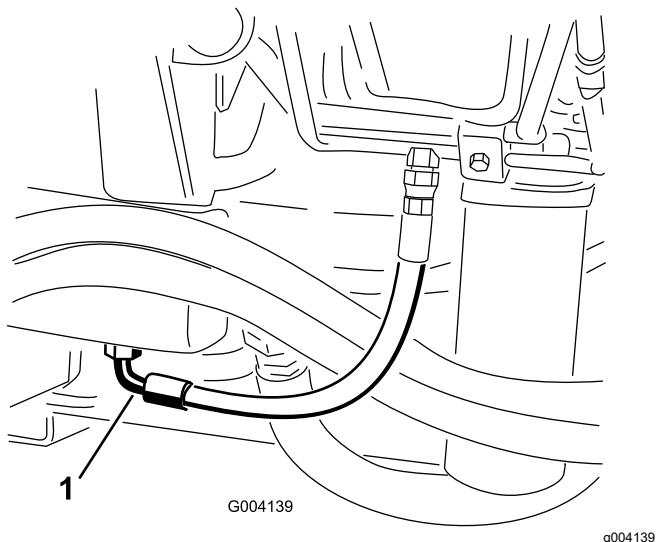

Figura 93
2. Coloque um recipiente de escoamento grande debaixo da união presa à parte de baixo do reservatório do fluido hidráulico (Figura 93).